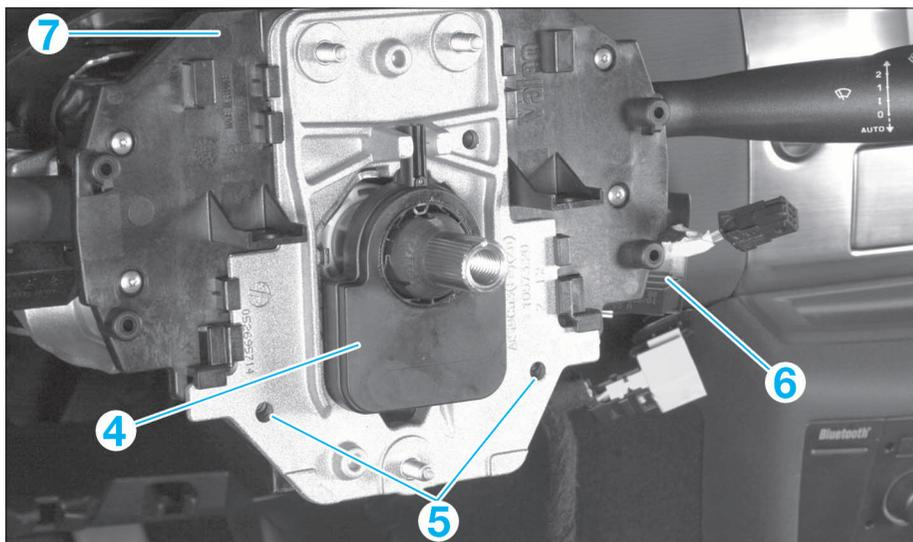

FIG. 5
- Déposer (Fig.5) :
- le capteur d'angle du volant de direction (4),
- les vis (5),
- les commandes sous volant de direction (7),
- l'antivol de direction (6).